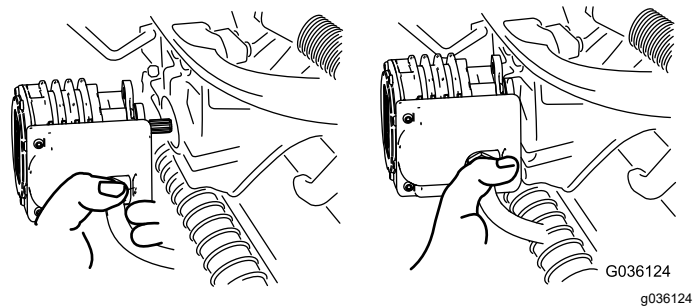

Figure 74
5. Amenez le moteur à la position de rangement sur l'avant du bras de suspension (Figure 74).